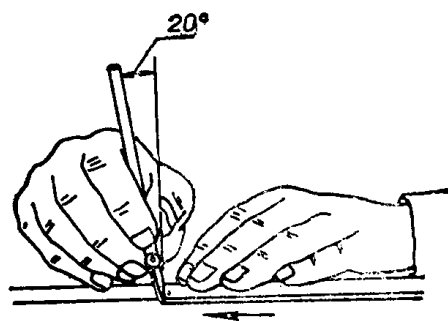

图 1-5
(1) 执笔姿势 描墨线时,左手按住尺身,使其固定不动;右手执笔,如图1-5所示。执笔时,右手食指按在固定钢片的凹圆弧槽内,拇指紧靠两钢片左侧上部,中指紧顶住两钢片右侧上部,无名指、小指紧抵住中指,同时小指及手掌侧与尺身接触。这样可保证执笔平稳,描线顺利。